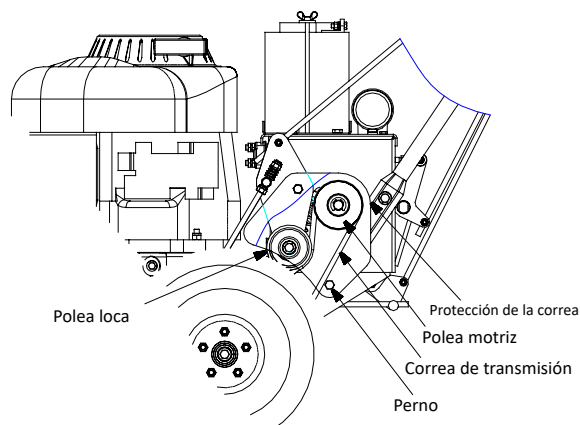

FIG 12.
- Ajuste de la varilla de control: Retire el pasador en la parte superior de la varilla de control, saque la varilla de control de la palanca de dirección, gire la varilla de control para que la longitud de las dos varillas de control sea la misma y reinstale todas las piezas en el orden correcto. (Ver FIG 12)
- Cuando la cortadora de césped tira hacia la izquierda o la derecha o no opera en línea en condiciones normales, la palanca de dirección a la izquierda, a la derecha o en ambos lados debe ser ajustada. Ver FIG 12.